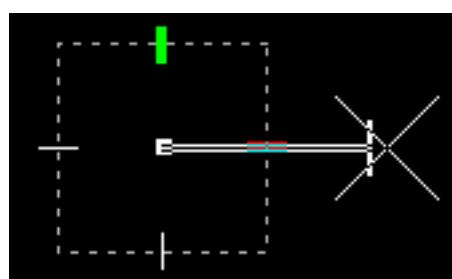
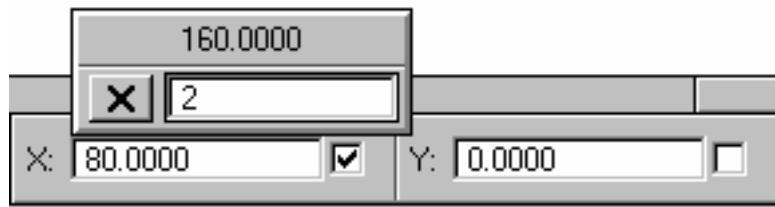

рис. 68
рис. 76
Следующим шагом надо поставить конечную точку линии на удалении **100** миллиметров от первой, причем линия должна быть горизонтальная. Чтобы добиться горизонтальности направьте линию по оси X так, чтобы линия стала тоне и подсветилась белым цветом (рис. 68), а также в окне ввода координат значение координаты Y должно быть равно нулю. В поле X окна ввода координат должен мигать курсор, если нет, то нажмите мышкой на это поле. Теперь Вы можете задать расстояние, просто набрав на клавиатуре **100**. Теперь если Вы будете двигать курсор мыши по видовому окну, то заметите, что координата X второго конца линии будет неизменно **100**, а Y может меняться. Опять сделайте так, чтобы линия стала тоне и подсветилась белым цветом (рис. 68), а также в окне ввода координат значение координаты Y стало равным нулю. Теперь вы можете нажать кнопку данных мыши, подтверждая правильность построения линии.
- Направьте построение линии вдоль оси X так, чтобы линия стала тоне и подсветилась белым цветом (рис. 68), а также в окне ввода координат значение координат Y было равно нулю (рис. 76).
- Если в окне ввода координат поле X обведено рамкой и в нем видно какое-то значение и при этом мигает курсор, это значит, Вы можете с клавиатуры вводить численные значения размеров. Сразу можете ввести **80**, не удаляя предварительно значение в поле X. Поскольку Вы ввели только половину длины линии, надо ее удвоить. Для этого нажмите на клавиатуре звездочку (<*> – знак умножения). Затем введите в новом окошке число **2** – коэффициент умножения, при этом над введенном Вами значением появится итоговое значение длины – **160** (рис. 76). Нажмите клавишу <Enter>, чтобы зафиксировать это значение.